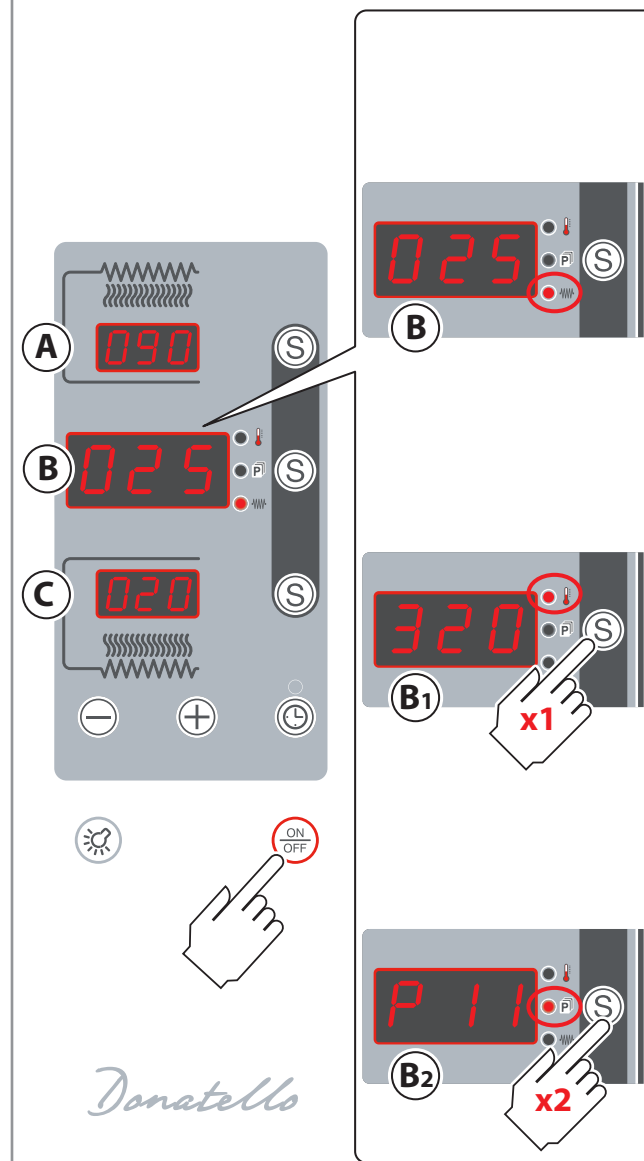

Abb.15.
► Kap. „**Manuelle Einschaltung**“ auf Seite **14** und konsultieren **Abb.15.**
► Abb.15.